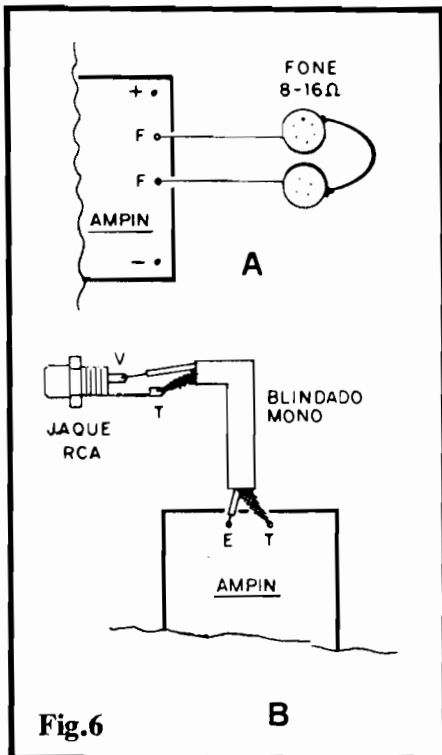

Fig.6
- FIG. 6 - OUTRAS POSSIBILIDADES DE CONEXÃO... - Se, no lugar de alto-falante, o Leitor/Hobbysta preferir a utilização de fones de ouvido (ou "de cabeça"...), nada mais simples: basta conectar os fios vindos dos ditos fones aos pontos originalmente indicados para ligação do alto-falante ("F-F"). Eventualmente, a intervenção de um **jaque** apropriado ("casando") com o **plugue** do cabo dos fones, poderá tornar a conexão mais prática elegante... Observem: que o **AMPLIFINHO** é um: circuito de amplificação de **um canal** (**mono**, portanto...) e assim, se um fone **estéreo** for utilizado, será necessário "macetear" o dito **jaque**, colocando em "curto" seus dois terminais "vivos", de modo que o mesmo canal de áudio seja enviado aos dois fones... As ligações do fone são vistas em 6-A... Já em 6-B temos a forma prática de dotar a Entrada de sinal do **AMPLIFINHO** de um conveniente **jaque** (no caso, do tipo RCA...), que proporcionará também uma certa facilidade de conexão para cabagens que "tragam" o dito sinal, e sejam originalmente terminadas num **plugue** compatível... Notar que **outros** tipos de jaques também podem ser usados (J2, por exemplo...), desde que - em qualquer caso - respeitadas as identificações do "vivo" e do "terra" em correspondência aos respectivos condutores do cabo blindado... Lembrar sempre que esse setor (Entrada) é **muito** crítico quanto à captação de zumbidos oriundos do "campo" de 60 Hz, e assim qualquer "mancadinha", inversão ou contato indevido, entre cabos, **pluques**, **jaques**, ilhas e trilhas da placa e o "escambau", **pode** gerar probleminhas, nesse sentido... Então... **capriche**...!